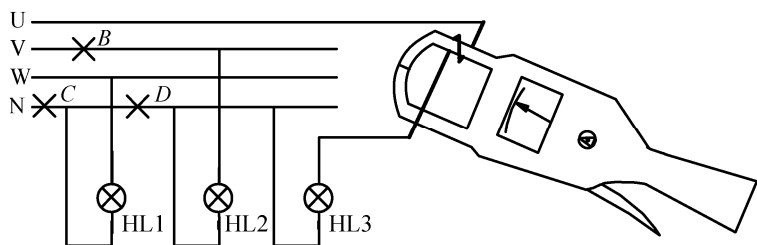

图 2-3
3. 如图 2-3 所示, 对称三相负载接入工频三相四线制电源中, 电源线电压为 380V , 钳形电流表的读数为 4.4A , 试问: